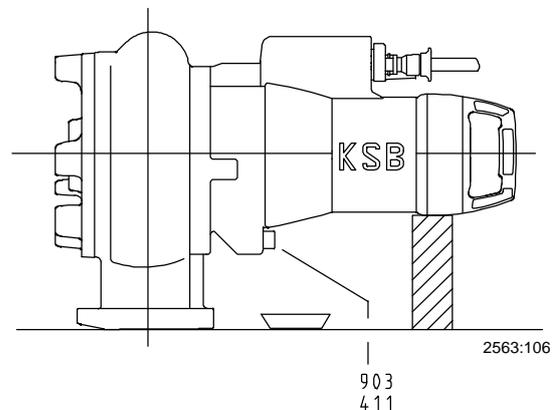

Fig. 1: Ejecuciones YL y WL
- Colocar la bomba como se indica en la fig. 1 ó 2 (ejecuciones YL y WL).